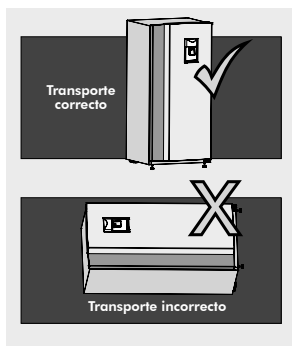

Figura 1
- Transportar su refrigerador en posición vertical, nunca en forma horizontal, ya que el aceite del compresor puede obstruir el circuito del gas. Figura 1.